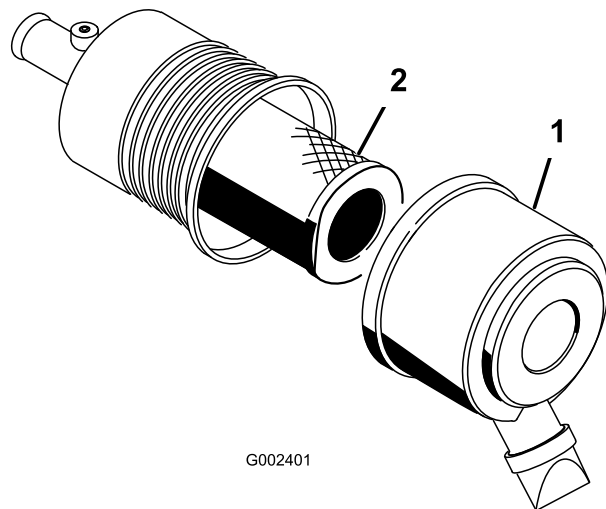

图 55
1. 松开将空气滤清器盖固定到空气滤清器壳体上的搭扣图 55。
2. 从空气滤清器壳体上取下空气滤清器盖 (图 55)。
4. 拆下并更换滤清器图 55。